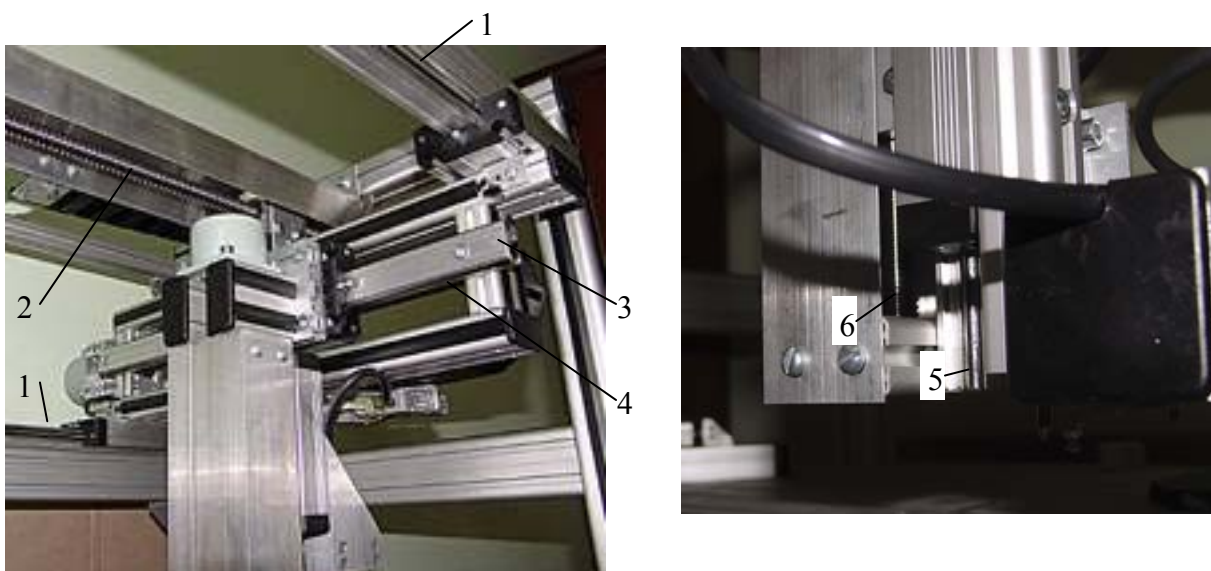

Рис. 9.1. Смазка направляющих.
* Чистым куском материи протереть направляющие приводов X, Y, Z (см. поз.1, 3, 5 Рис. 9.1).
* Смазать винты приводов X, Y, Z (см. поз.2, 4, 6 Рис. 9.1) в трех-четырех точках по длине винта. В ручном режиме работы перемещать головку координатам X, Y, Z на всю длину рабочего поля, чтобы масло равномерно распределилось по винтам приводов и попало в гайки.